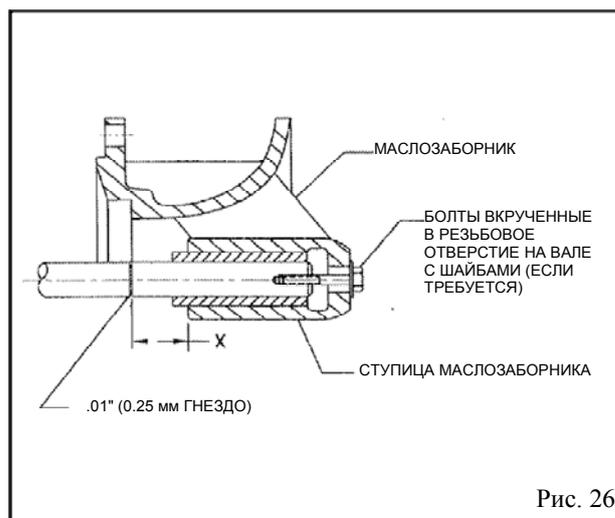

Рис. 26
- A. Вставьте вал насоса в подшипник маслозаборника до дна, затем вытащите вал, пока расстояние между гнездом на валу и верхом ступицы маслозаборника (не верха подшипника) станет достаточным для определенного насоса (см. рис. 26).